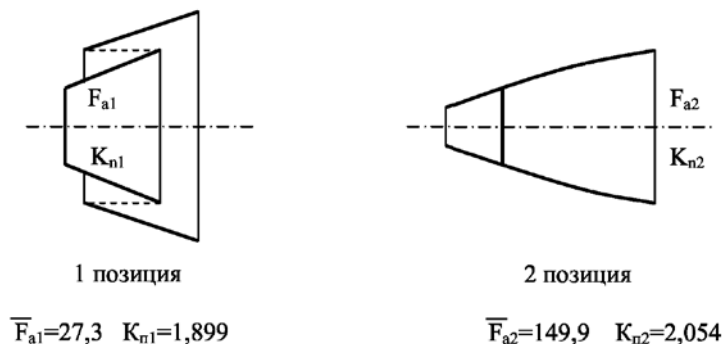

Рис. 2. Переключение сопла двигателя
43. Двигатель работает при $p_k = 200 \cdot 10^5 \text{ Па}$ и снабжён регулируемым двухпозиционным соплом, имеющим соответственно высотности $p_{н1} = 0,8 \cdot 10^5 \text{ Па}$ и $p_{н2} = 0,1 \cdot 10^5 \text{ Па}$. При каком атмосферном давлении p_H следует осуществлять переключение сопла с первой позиции на вторую (рис. 2)?